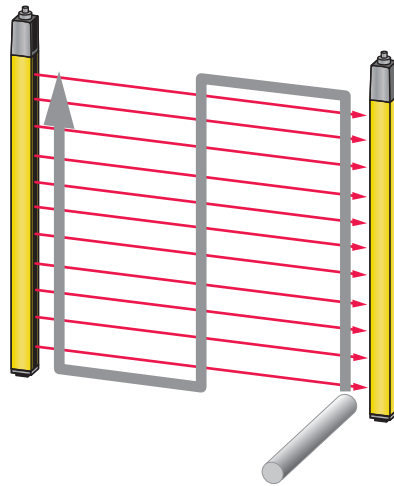

Bild 9.1: Prüfen der Schutzfeldfunktion mit Prüfstab (nur für Sicherheits-Lichtvorhänge mit einer Auflösung von 14 ... 40 mm)
↪ Unterbrechen Sie einen aktiven Lichtstrahl mit einem dafür vorgesehenen Testkörper bei laufendem Betrieb (siehe Bild 9.1). Wird die Gefahr bringende Bewegung umgehend stillgesetzt?
- ↵ Unterbrechen Sie alle Lichtstrahlen in verschiedenen Abständen von Sender und Empfänger mit dem Prüfstab von einem Standpunkt außerhalb des Gefahrenbereichs (siehe Bild 9.1) und stellen Sie sicher, dass die Maschine bei unterbrochenem Lichtstrahl nicht gestartet werden kann.